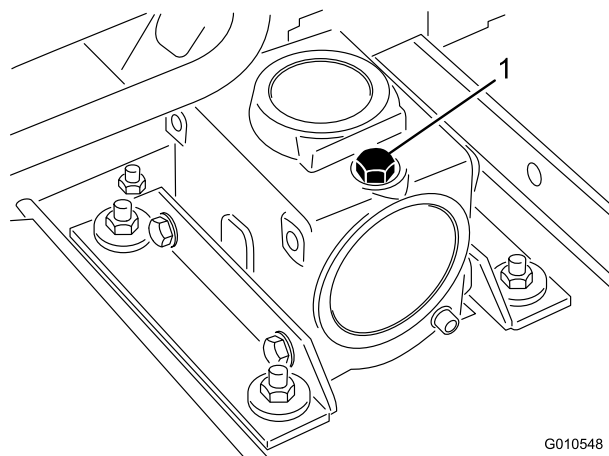

図 18
3. ギアボックス図 18の上部についているディップスティック兼プラグを外し、潤滑油がディップスティックの2つのマークの間までであることを確認する。